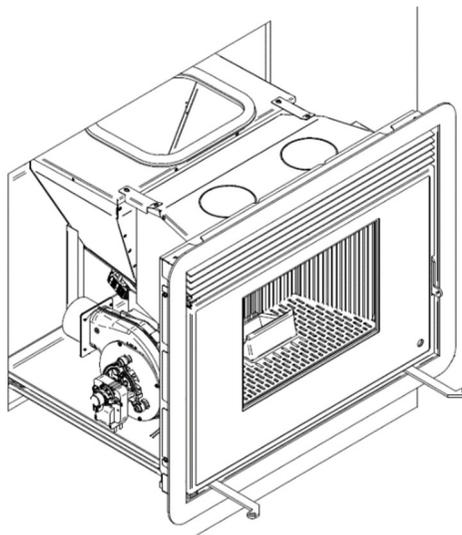

Figure 49 – Emplacement de l'extracteur
- L'extracteur se trouve sur le côté gauche de la machine (Figure 49) ;
- Pour nettoyer l'extracteur, il est nécessaire de démonter le couvercle avec le moteur, retirer les vis comme représenté sur la figure 49, avec un tournevis Phillips (PH2). On peut utiliser une brosse et un aspirateur pour éliminer toutes les salissures sur les parois de l'extracteur et les pales du rotor. Attention à ne pas endommager le joint - CO120602000003 Joint pour extracteur VFC1-120.